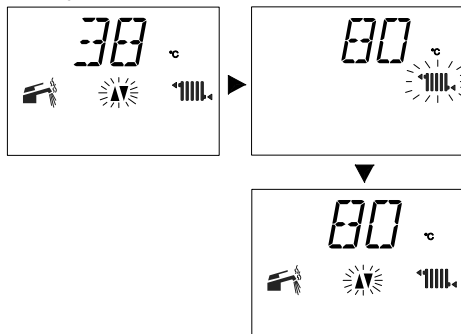

Рисунок 2.9
- при максимальном значении температуры на подаче в контуре отопления Рисунок 2.9